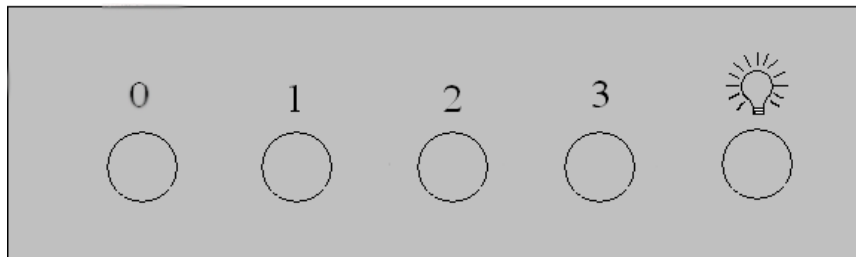

Рис.3
7.1.1 На лицьовій панелі витяжки знаходиться кнопочний перемикач режимів роботи двигуна та ламп освітлення (**рис.3**):